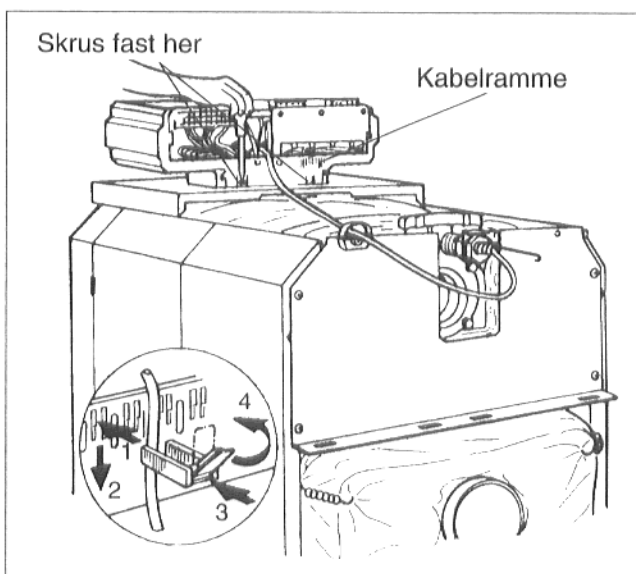

Fig. 49
- Sokkelen til kontrollpanelet skrues fast til fremre topp-plate med to skruer ved kabelinnføringen på høyre og venstre side (Fig. 49).
- Ledningen settes inn mellom kabelklemme og rammen samt sikres med å vri spaken rundt (Fig. 49).